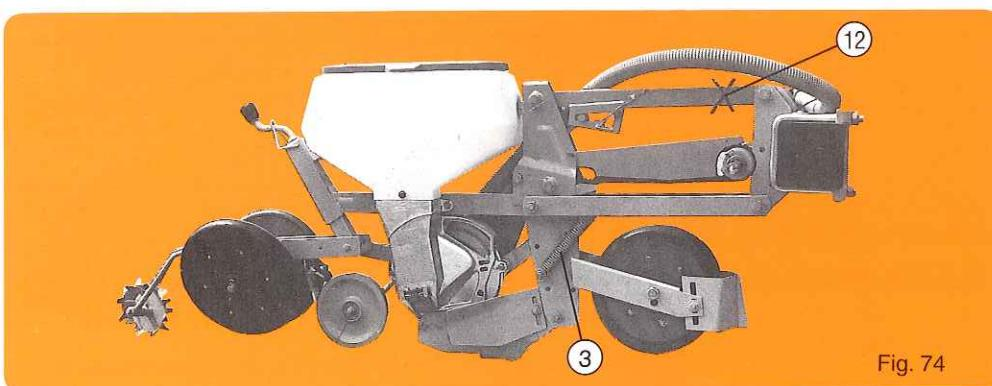

Fig. 74
- Bloc arrière à roues inclinées autonettoyantes 300 x 40 (fig. 74) ou 300 x 25 sur demande. Ce bloc a la particularité de pouvoir être utilisé de 2 façons.
- Soit avec roues inclinées reculées et roulette intermédiaire (fig. 74).
- Schrägandruckrollen mit selbsteinigenden Gummireifen 300 x 40 (Abb. 74) oder 300 x 25 auf Wunsch. Das Besondere der Andruckrolle besteht darin, daß 2 Ausführungen verwendet werden können : - Hintere Schrägandruckrollen nach vorn gesezt, ohne mittlere Andruckrolle (Abb. 74). Diese Ausrüstung ist hauptsächlich für Zuckerrüben bestimmt. Diese kann auch für Mais, Sonnenblumen, Bohnen und Raps... auf schweren Böden verwendet werden.
- V self-cleaning rear press wheel 300 x 40 (12 x 1 1/2") (fig. 74) or 300 x 25 on request. This assembly can be used in 2 different ways:
- Either with v press wheels in rear position and intermediate press wheel (fig. 74)